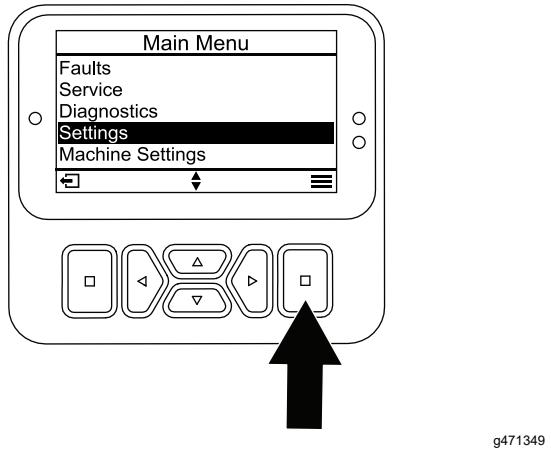

Figure 24
- Depuis le MENU PRINCIPAL, naviguez jusqu'au menu RÉGLAGES et appuyez sur le bouton de sélection (Figure 24).